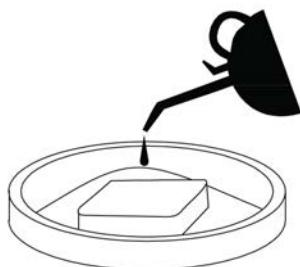

Figure 24
9. Une fois que les filtres à air sont secs, enduire les filtres à air avec de l'huile moteur propre (voir la Figure 24 ci-dessous).